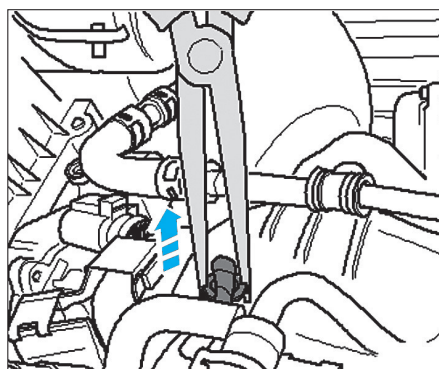

Fig. 32
- Placer la pince à bec pour débrancher les connecteurs des bougies de préchauffage avec précaution (Fig.32).